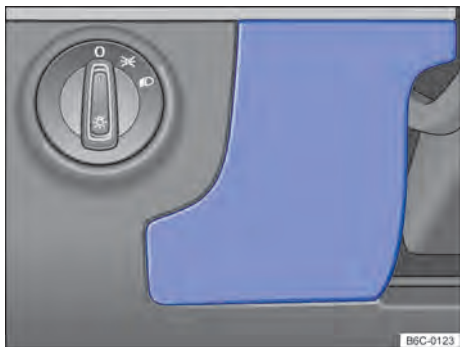

Fig. 145 No lado do condutor do painel de instrumentos: cobertura da caixa de fusíveis.
- Segurar a cobertura da caixa de fusíveis → Fig. 145 e puxar para frente.